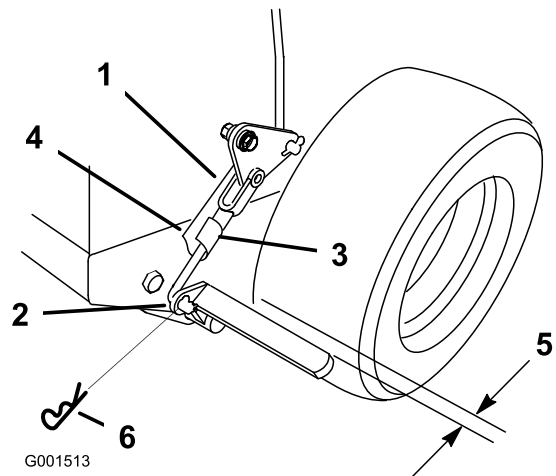

Figure 47
3. Enlevez la goupille fendue élastique de la biellette de frein inférieure (Figure 47).
4. Tournez la biellette de frein inférieure dans le sens horaire dans la chape pour serrer le frein de stationnement ; tournez la biellette de frein dans le sens anti-horaire hors de la chape pour desserrer le frein de stationnement (Figure 47).
**Remarque:** Il doit exister un écart d'environ 6 mm (1/4 de pouce) entre le pneu et la barre plate lorsque le frein de stationnement est desserré (Figure 47).
5. Fixez la biellette inférieure au levier de frein inférieur avec la goupille fendue et l'axe de chape (Figure 47).